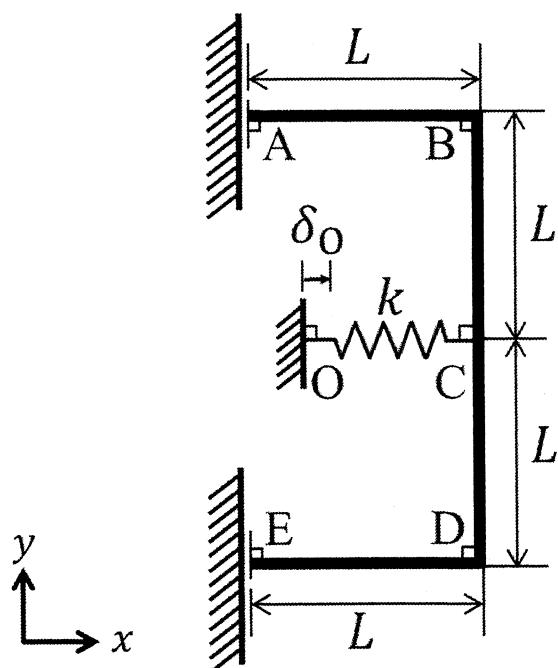

図3-2
(3) 図3-2に示すように、節点BおよびDで直角に折れ曲がった曲りはりABDEの両端AおよびEを、壁面に取り付けられた摩擦の無視できるレール上にy方向の移動を許容するように拘束した（つまり、x方向の移動とxy面における回転を拘束した）。ここで壁面の外向き法線の方向はx方向であり、区間ABと区間DEの部材の中心軸はx軸に平行である。曲りはりの区間ABと区間DEの長さはともにLである、区間BDの長さは2Lである。節点BおよびDは曲りはりが変形しても曲り角度が変わらない剛節点である。